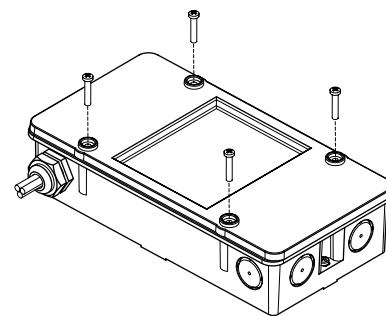

Fig. 5
- In housing FDCH221 (Fig. 5)
1. Open housing (Fig. 5).
6. Close housing using supplied screws (Fig. 5).
- Im Gehäuse FDCH221 (Fig. 5)
1. Öffnen Sie das Gehäuse (Fig. 5).
6. Schließen Sie das Gehäuse mit den mitgelieferten Schrauben (Fig. 5).
- Dans le boîtier FDCH221 (fig. 5)
1. Ouvrez le boîtier (fig. 5).
6. Fermez le boîtier avec les deux vis fournies lors de la livraison (fig. 5).